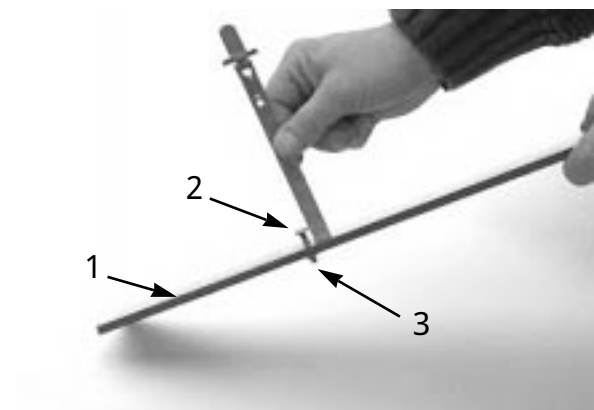

図 14
3. ゲージバーのナット（図14）をゆるめ、刈り高ネジを希望の刈り高に合わせる。ネジ頭の下からバーの表面までの距離が刈り高となる。